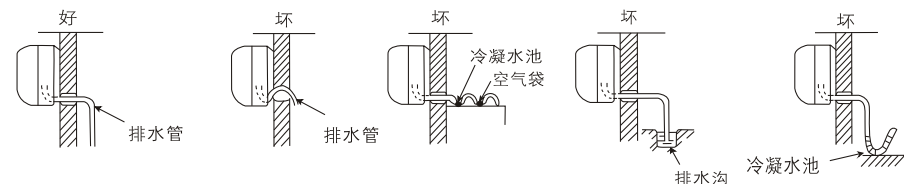

图29
- 用附件 ⑰ 排水管与室内机组的出水管连接起来。
- 如要使冷凝水流得舒畅，排水管应倾斜少许，如图 29 所示。